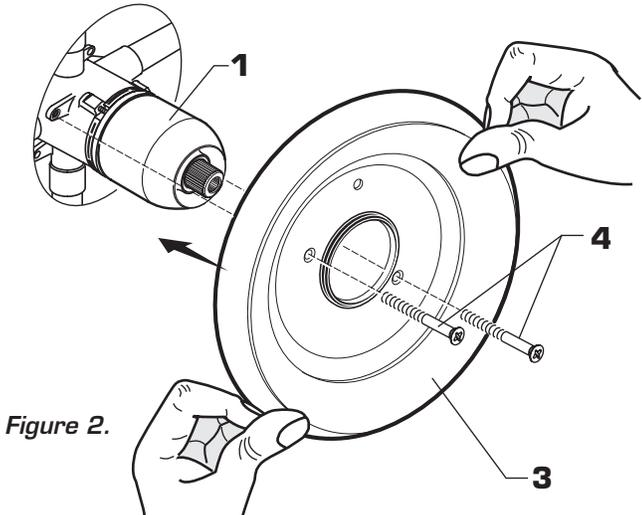

Figure 2.
- **Figure 2.** L'ÉCUSSON de poussée (3) sur le BONNET (1). Mettez en ligne des trous montants dans l'ÉCUSSON (3) avec le corps de valve. Faites partie du corps de valve avec de LONGUES VIS (4).